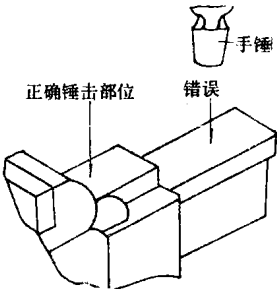

图 1-6
③ 不允许用大锤在台虎钳上锤击工件,只允许在砧座上用手锤轻击工件(图 1-6)。